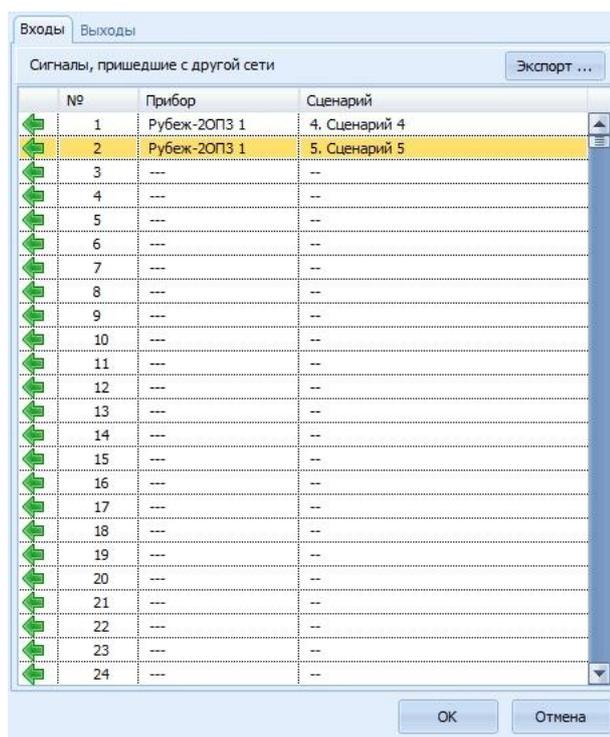

Рис. 20 Окно **Свойства МС-Ш**, закладка **Входы**
3. В открывшемся окне под закладкой **Входы** привязать добавленные исполнительные сценарии к направлениям МС-Ш. Для этого нужно с помощью двойного щелчка мыши в строке направления открыть окно **Выбор сценария**, выделить нужный сценарий и нажать **Ок** (Рис. 20,21).